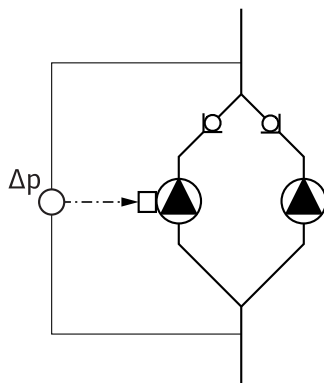

Fig. 18: Exempel, anslutning differenstrycksgivare
- I exemplet i fig. 18 är masterpumpen är den vänstra i flödesriktningen. På den pumpen ansluts differenstrycksgivaren.
- Mätpunkterna på masterpumpens differenstrycksgivare måste ligga i sammelnröret på sug- och trycksidan på tvillingpumpansläggningen (fig. 18).